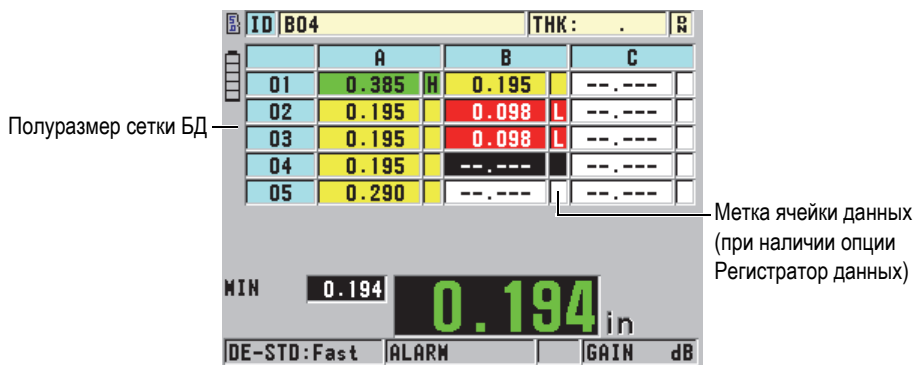

Рис. 9-7 Пример полуразмера сетки БД
Сетка базы данных (сетка БД) представляет собой двумерную таблицу данных. Такое представление данных позволяет свободно перемещаться по сетке в любом направлении, что значительно удобнее стандартного списка ИД. Вместо автоматического перехода к следующему по возрастанию ИД, вы можете с помощью курсорных клавиш перейти сразу в нужное вам место. Можно одновременно отображать А-скан, сетку БД и значение толщины (см. Рис. 9-7 на стр. 177). Можно настроить отображение метки ячейки данных и цвет фона, соответствующий диапазону, в котором значения толщины уменьшаются.
6. Установите **МЕТКА ЯЧЕЙКИ ДАННЫХ** на одну из доступных опций для отображения метки данных с каждой ячейкой таблицы БД. Метка ячейки данных – буква, отображаемая в маленьком квадратике, справа от значения толщины в ячейке данных (см. Рис. 9-7 на стр. 177). Доступные опции: